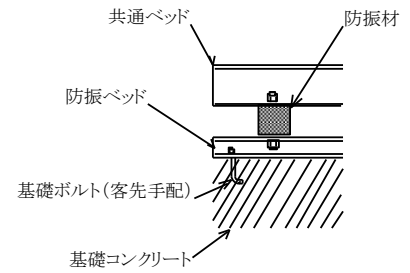

図 5 床置形防振材取付部詳細図 (例)
- ② 防振ベッドの下にはモルタルを流し、基礎と密着するように施工してください。(図 5)